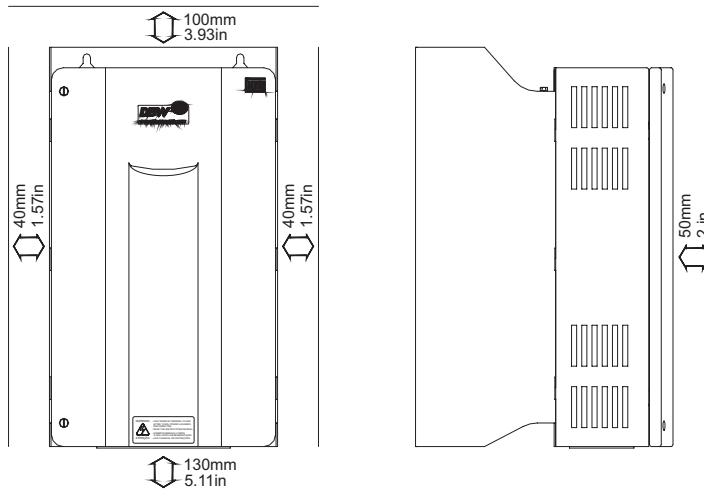

Figura 1: Espacios Libres para Ventilación
**Paso 2** Posicione el módulo dejando espacio libre alrededor del mismo como en la figura 1;